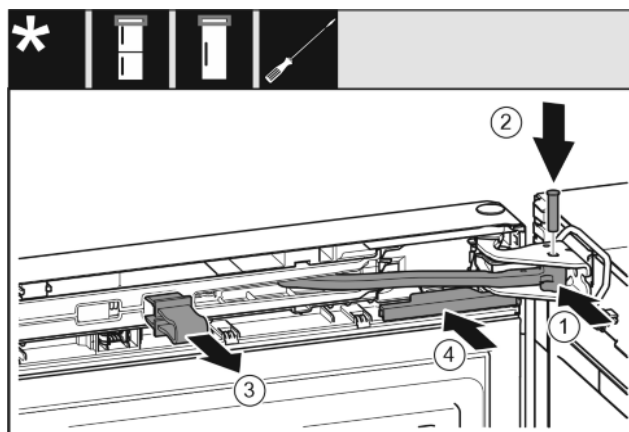

Fig. 39
- ▶ Przegub obrócić w płytce zawiasu. Fig. 39 (1)
- ▶ Sworzeń umieścić w płytce zawiasu i przegubie. Przy tym zwrócić uwagę, aby krzywka zatraskowa została prawidłowo umieszczona w rowku. Fig. 39 (2)
- ▶ Zdjąć zabezpieczenie. Fig. 39 (3)
- ▶ Wsunąć osłonę. Fig. 39 (4)